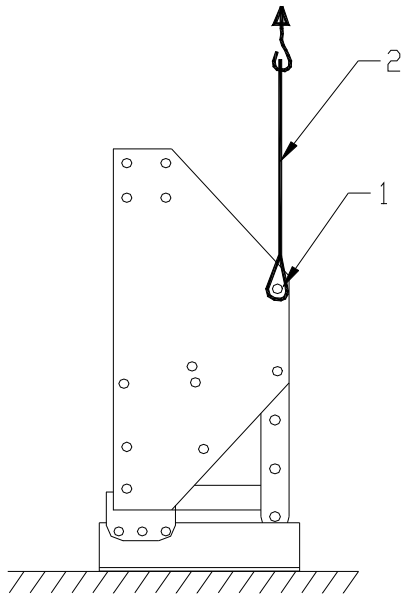

Fig. 1.
La máquina se entrega en pallet. Para instalar la máquina detrás del tractor, proceda de la forma siguiente(vea las fig.1, 2, 3, 4, 5 y 6)
2. Conecte firmemente la eslinga 2 de aproximadamente 2.5 mtr (8 ´) junto con los grilletes D- a los orificios 1 a cada lado de las máquinas, tal como se indica en la Fig.1.